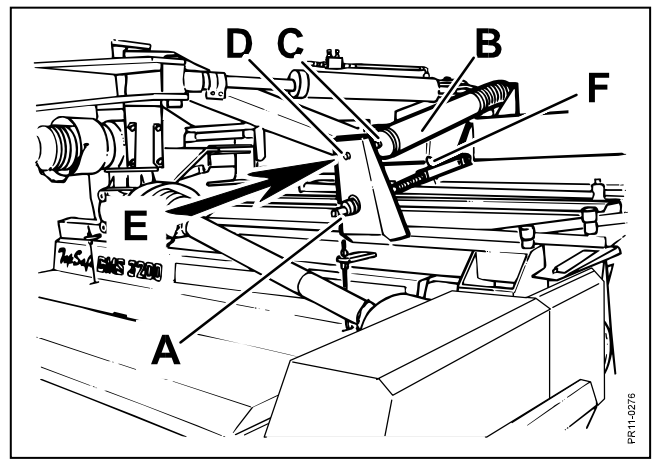

Fig. 3-14
- Fig. 3-14** Feinjustierung durch Einstellung der Mähbalkenneigung mit Spindel A. Der Splint F verriegelt die Einstellung. Es ist sehr wichtig, dass die Spindeln rechts und links gleich lang sind. Das Schneidwerk muss waagerecht angeordnet sein um ein zufriedenstellendes Arbeitsergebnis zu erreichen.
- Fig. 3-14** 4) Dann die **TOP SAFE** Federn **B** justieren, bis das Schneidwerk mit einem **passenden Druck** Richtung **E** bewegt werden kann. Kontermutter **C** lösen und bei **D** justieren.
Die **TOP SAFE** Federn sind wegen des Transportes ab Werk nicht gespannt. Nach Justierung sollte geprüft werden, ob **die Feder rechts und links gleich viel gespannt sind**. Prüfung mit Waage oder die Länge der Federn **B** vergleichen (Fig. 3-14).
- A) die waagerechten TOP SAFE Federn etwas zu lockern (Fig.3-14 Seite 34) und die senkrechten Federn (Fig.3-12) etwas zu spannen, oder